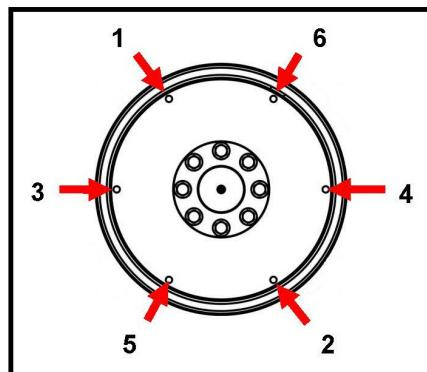

ABBILDUNG 22. REIHENFOLGE DER BEFESTIGUNG
10. Die Schrauben anziehen, um die Kupplungsscheibe in der vorgeschriebenen Reihenfolge auf dem Schwungrad zu montieren. Siehe dazu Abbildung 22 auf Seite 41.